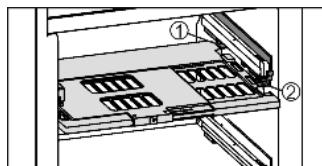

Fig. 12
- Установка пластины регулировки влажности: попечные ребра крышки на пластине вставить через низ в задний держатель Fig. 12 (1) и защелкнуть спереди на держателе Fig. 12 (2).